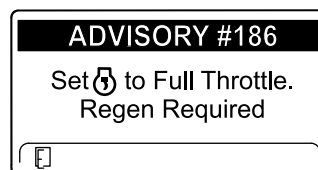

Bild 51
**Hinweis:** Wenn die Auspufftemperatur zu niedrig ist, wird im InfoCenter ADVISORY #186 (Bild 51) angezeigt, um Sie zu informieren, dass Sie den Motor auf Vollgas (hoher Leerlauf) eingestellt haben.